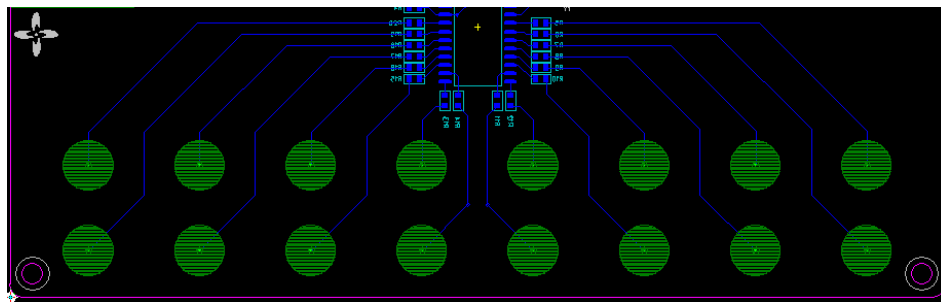

图 2
(1) 布局时，触控 IC 尽量放置在所有按键的中心位置，如图 2 所示：